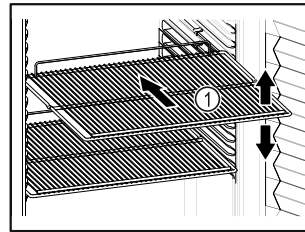

Fig. 61 Eksempelfremstilling
- ❑ Hvis oppbevaringshyllene Fig. 61 (1) kan flyttes, juster etter høyden.